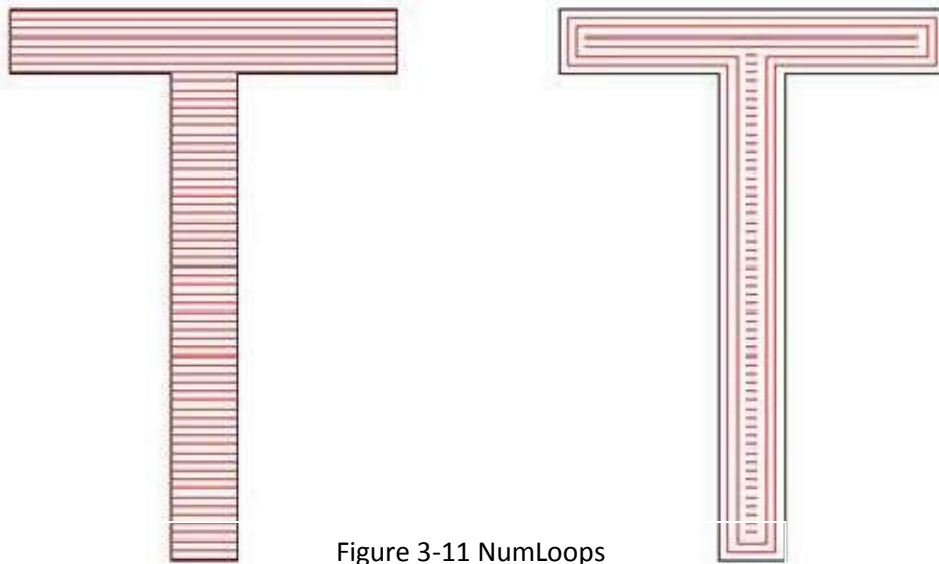

Figure 3-11 NumLoops
- NumLoops : Le nombre de fois que le contour est marqué avant de passer à option de remplissage standard (Figure 3-11).